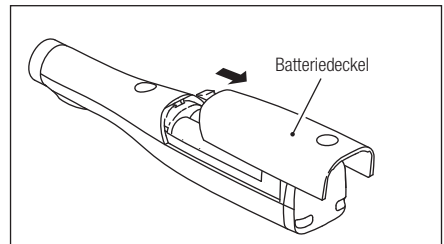

Abb. 15
- 4) Entfernen Sie den Batteriedeckel durch Schieben in Richtung der Ladeanschlüsse. (Abb.15)